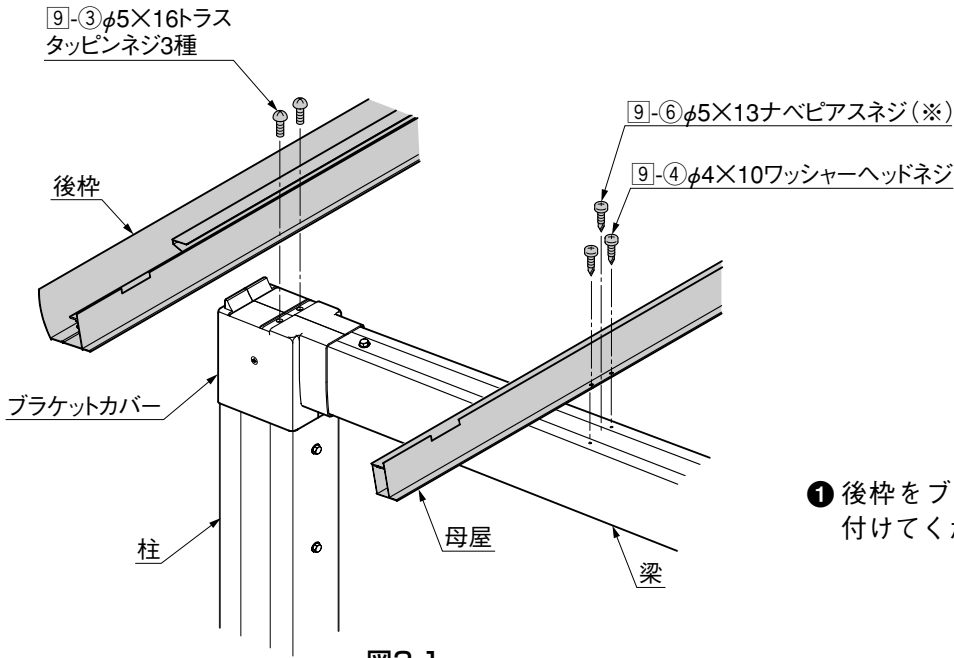

図3-1
❶ 後枠をブラケットカバーに9-③で取付けてください。(図3-1参照)